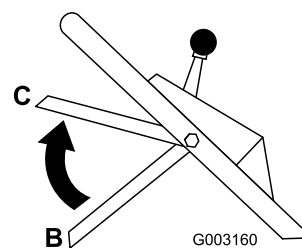

Figure 20
4. Ramenez la barre de commande à la position centrale, soit 12,7 cm (5 po) environ au-dessous de la barre transversale du guidon (position C sur la Figure 20).
5. Relâchez la barre de commande (position B sur la Figure 20).